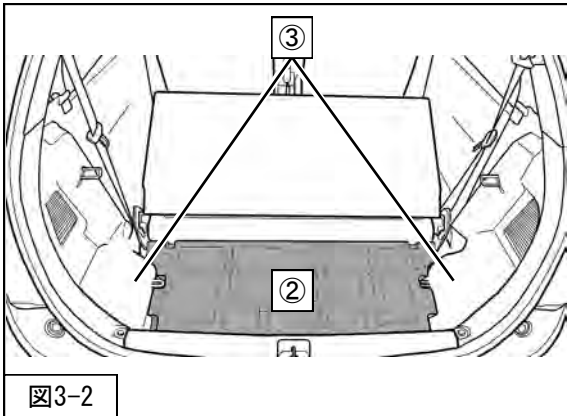

図3-2
3. ②トランクロアボックス
③クォーターロアトリムを取外してください。(図3-2)